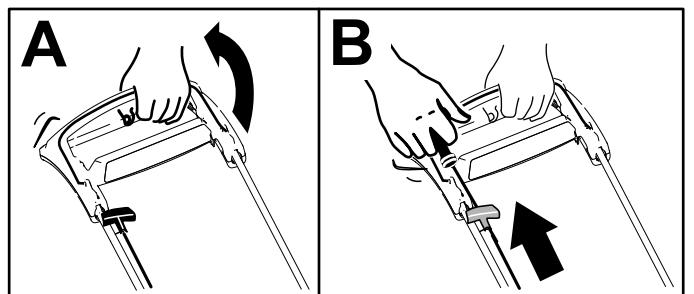

Figure 13
1. Maintenez la barre de commande de la lame contre la poignée (A de Figure 13).
2. Tirez la poignée du lanceur (B de Figure 13).